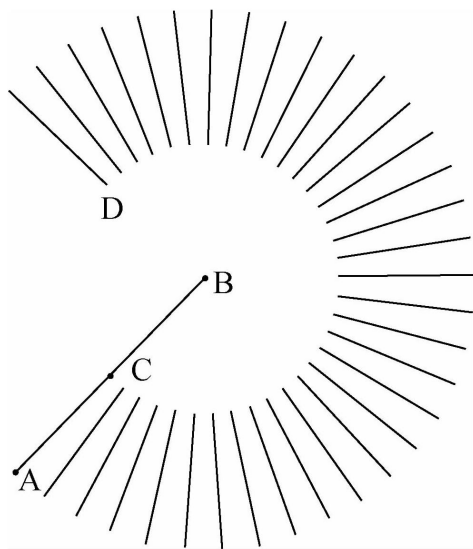

图 4-15 阵列结果
(3) 阵列直线 AC。单击【修改】面板中的阵列命令按钮器，弹出【阵列】对话框。选择【环形阵列】单选按钮，如图 4-14 所示，在【中心点】选项区域中，单击拾取中心点按钮，切换至绘图区域，捕捉 B 点作为阵列的中心点；在【方法】下拉列表框中选择“项目总数和填充角度”选项，【项目总数】文本框设置为 35，【填充角度】文本框设置为 270；单击选择对象按钮，选择直线 AC，确定后【阵列】对话框显示“已选择 1 个对象”，单击【确定】按钮结束阵列命令。结果如图 4-15 所示。